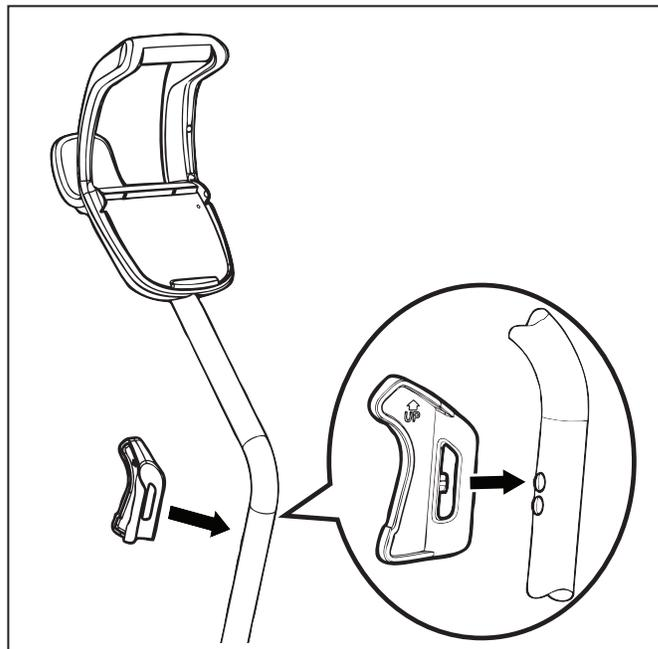

Figure 7. Enclenchement du crochet du nettoyeur
8. Alignez les tiges de crochet du nettoyeur avec les trous supérieurs dans le tube de la poignée et enclenchez-les (Figure 7).